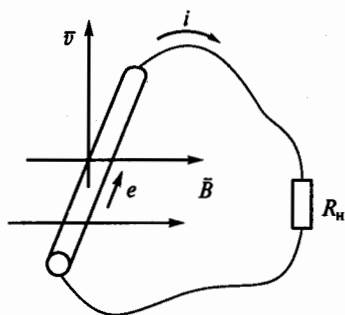

Рис. 53
**2.27.Р.** Диэлектрический стержень перемещается под прямым углом к магнитному полю с индукцией  $\vec{B}$  (рис. 53). Будет ли наводиться ЭДС индукции  $e$  в этом стержне и будет ли протекать ток  $i$  в цепи?